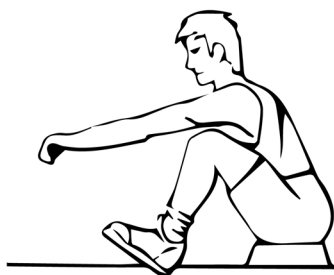

Fig. 1
2. Assumere la posizione di partenza e piegarsi in avanti con le braccia distese e le ginocchia piegate (Fig. 1).